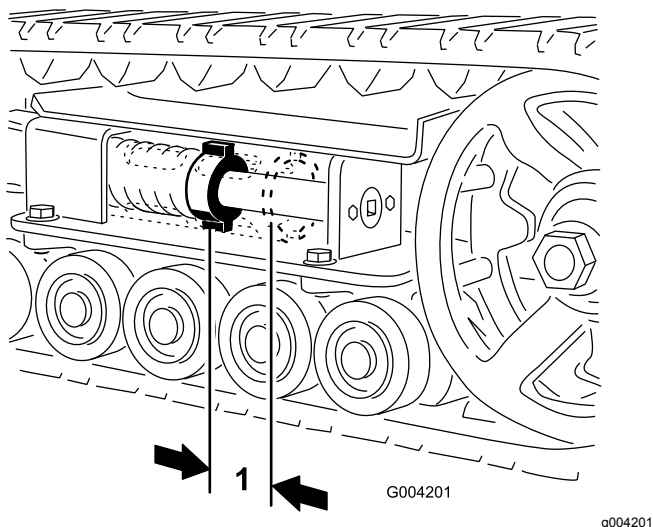

Figure 44
L'écrou de tension et l'arrière du tube de tension doivent être distants de 7 cm (Figure 44). Si ce n'est pas le cas, réglez la tension des chenilles comme suit :
5. À l'aide d'un rochet de ½", tournez la vis de tension dans le sens antihoraire jusqu'à obtention d'un espacement de 7 cm entre l'écrou de tension et l'arrière du tube de tension (Figure 44).
12. Tournez la vis de tension dans le sens antihoraire jusqu'à obtention d'un écartement de 7 cm entre l'écrou de tension et l'arrière du tube de tension (Figure 44).
18. Tournez la vis de tension dans le sens antihoraire jusqu'à obtention d'un écartement de 7 cm entre l'écrou de tension et l'arrière du tube de tension (Figure 44).